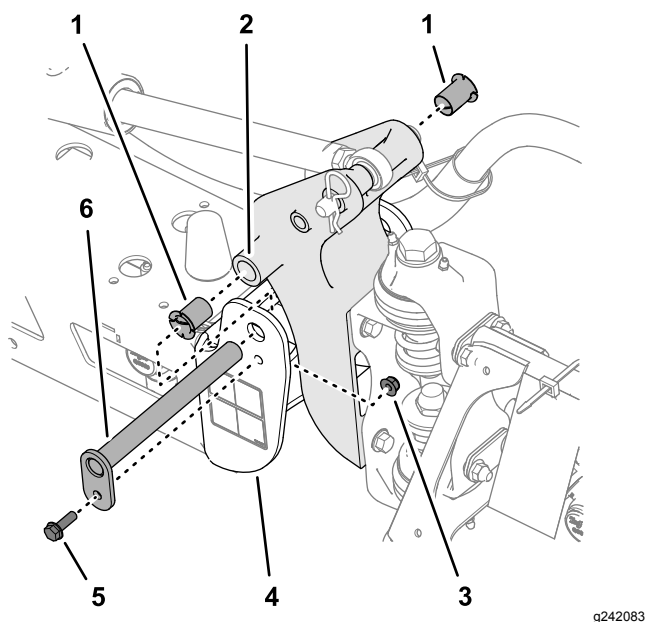

Рисунок 105
3. Отверните болт и гайку, которые крепят ось поворота, и снимите ось поворота (Рисунок 105).
7. Совместите отверстия в кронштейне шарнира с отверстиями в швеллере (Рисунок 105).
5. Снимите и осмотрите нейлоновые втулки с передней и задней сторон кронштейна шарнира (Рисунок 105).
6. Нанесите тонкий слой масла на нейлоновые втулки и установите их в кронштейн оси поворота (Рисунок 105).